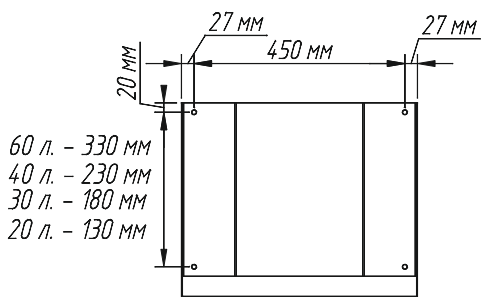
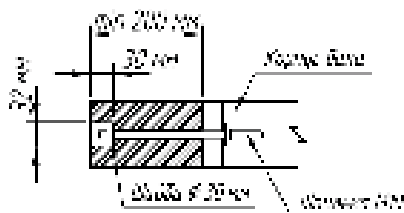

Рис. 2
Рис. 3
- 2 Определите место установки обливного устройства с учетом его веса, габаритов и несущей способности стены, на которую оно будет установлено, разметьте места установки анкеров для подвеса обливного устройства (см. рис. 2, рис. 3). (Анкера в комплект поставки не входят, и подбираются потребителем самостоятельно в зависимости от толщины стены на которую будет смонтировано обливное устройство)
- 4 Установите поплавковый клапан в бак обливного устройства и с его помощью выполните регулировку уровня воды как показано на рис. 3
- 5 Надежно закрепите обливное устройство на стене при помощи 4 анкеров из шпильки М10 с гайками (см. рис. 3)